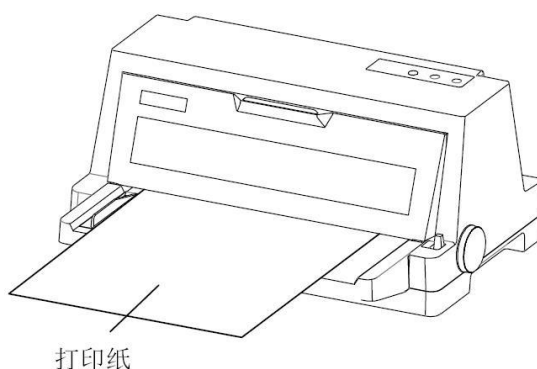

图 4
- 5) 打印纸面朝上，按图 4 箭头方向插入。稍等几秒后，打印机自动将打印纸进到打印的位置，打印机控制面板联机灯亮，这时就可以打印了。